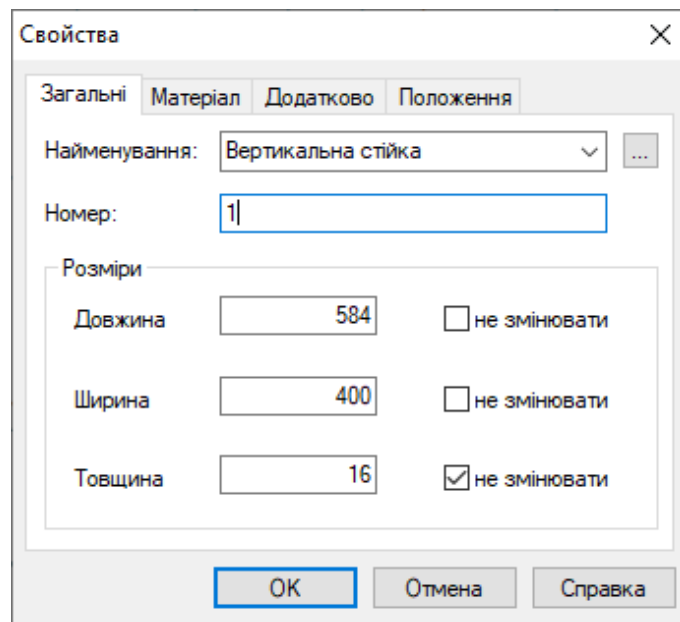

Рис. 2.4. Діалогове вікно властивостей виділеної деталі
4. Виділити створену деталь і натиснути на ній правою кнопкою миші. В контекстному меню вибрати «Властивості». В діалоговому вікні «Властивості» задати параметри згідно зі зразком і натиснути «ОК» (рис. 2.4).